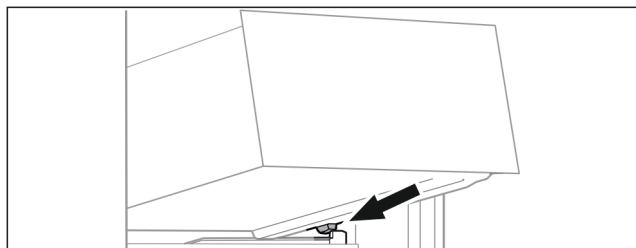

Fig. 28
- ▶ Placer le tiroir, en l'inclinant, derrière les butées sur la nervure de récipient. (voir Fig. 28)